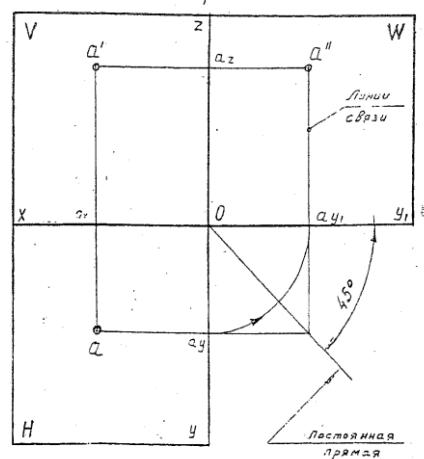

Рисунок 13 - Проекции точки
Комплексный чертеж, или эпюор Монжа (рис.13) - это чертеж, полученный прямоугольным проецированием точек или предмета на несколько взаимно перпендикулярных плоскостях проекций, а затем совмещением плоскостей проекции с одной плоскостью.
3. В конспекте начертить три плоскости проекции, как показано на рис. 13.